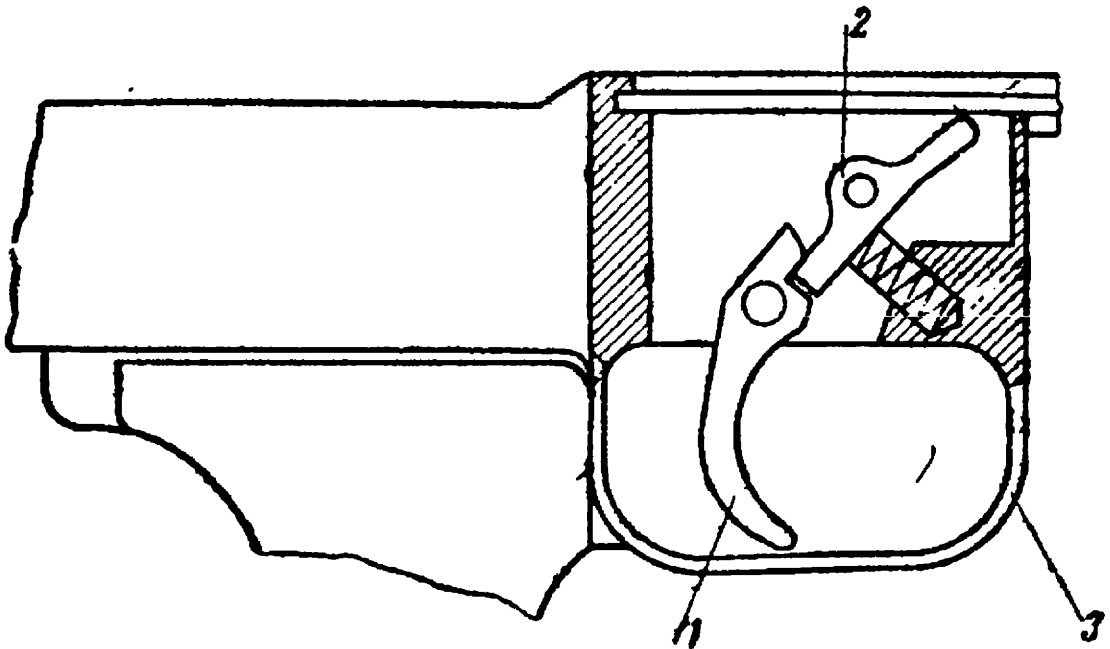

Рис. 25. Спусковой механизм:
**36.** Спусковой механизм (рис. 25) состоит из спускового крючка, спускового рычага, шептала и двух пружин.